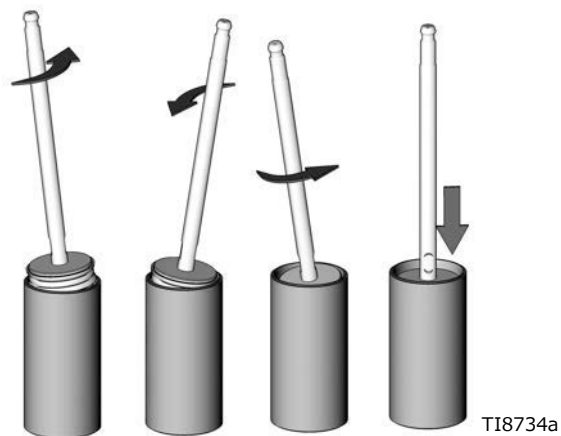

図 6. ピストンのシリンダーへの取り付け
1. プラグ (50、52) を液体ハウジングの上部 (8) と下部 (7) の液体ハウジングに再度設置します。
2. 圧力開放バルブ (48) を上部のハウジング (8) に設置します。この際、インレットマニホールドが取り付けられている部分 (49) から直接横切るようにします。圧力開放バルブ (48) を 100 ~ 135 in-lb (11 ~ 15 N•m) のトルクで締めます。
3. 下部 (7) ハウジングを万力で取り付けます。
4. ポンプロッドアセンブリをシリンダー (6) に取り付けます。シリンダー (6) の内部に潤滑油を塗ります。ピストンアセンブリをシリンダー (6) 内に滑り込ませます。ピストンアセンブリを図 6。